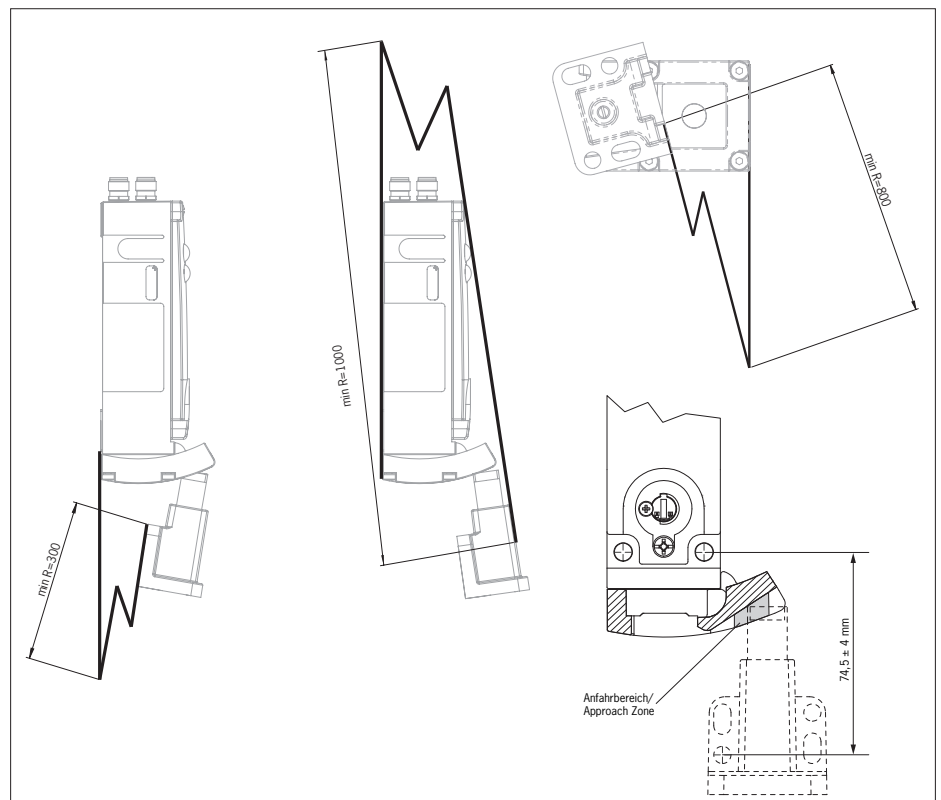

Bild 7: Türradien und Anfahrbereich
- ▶ Beachten Sie die min. Türradien (siehe Bild 7).
- ▶ Achten Sie darauf, dass der Betätiger im vorgesehenen Bereich auf die Rampe trifft (siehe Bild 7). Markierungen an der Rampe geben den vorgeschriebenen Anfahrbereich vor.